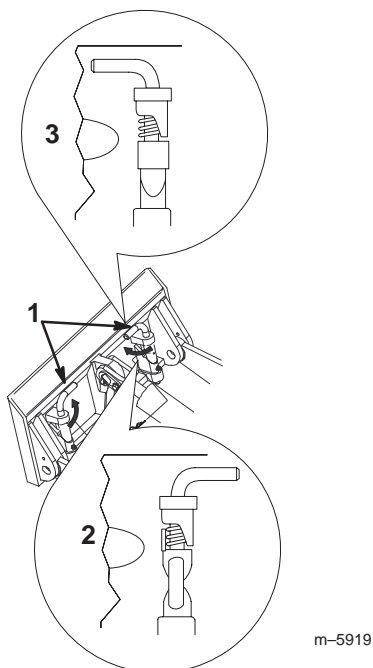

Figure 18
- Engagez complètement les goupilles à fixation rapide dans la plaque de montage (Fig. 18) pour les verrouiller.